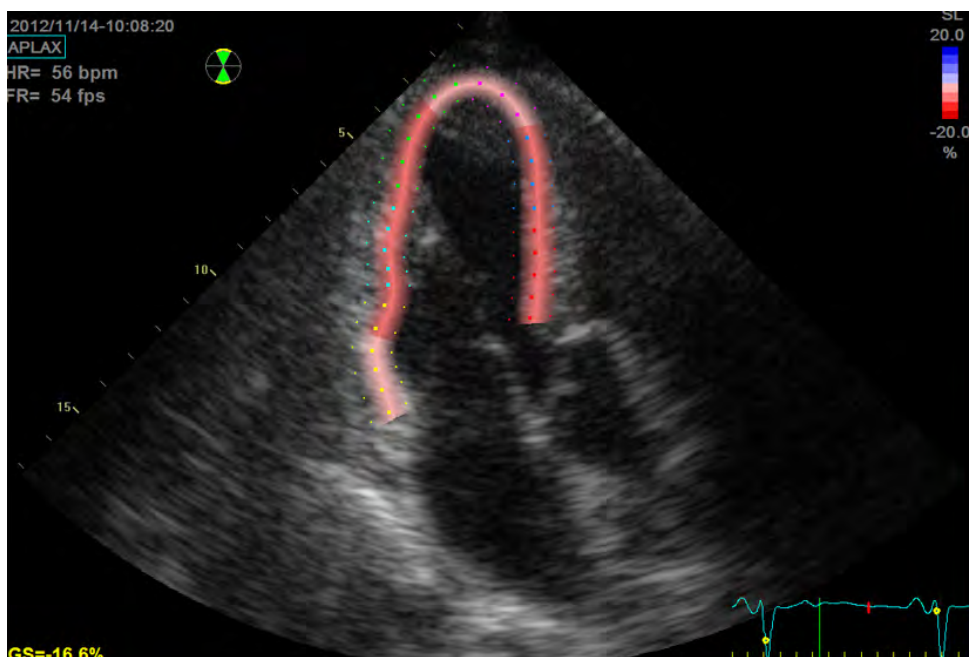

Рис. 13-111. Параметрическая проекция APLAX для систолической деформации
Система запросит у пользователя подтверждение или регулировку времени AVC (см. Рис. 13-111 на *стр. 13-265*).
- Один экран (см. Рис. 13-111 на стр. 13-265), отображающий двухмерное изображение с параметрическими данными деформации.
Если при визуализации деформации сердца использована функция автоматического расчета времени AVC (см. Рис. 13-111 на стр. 13-265), то значения деформации, отображаемые в четырехэкранный режим для проекции APLAX и для 4-камерной проекции, могут отличаться от значений деформации, полученных после того, как система выполнила окончательный расчет на основании данных всех трех проекций.
- Измерение AVC (автоматическое или ручное, см. Рис. 13-111 на стр. 13-265)